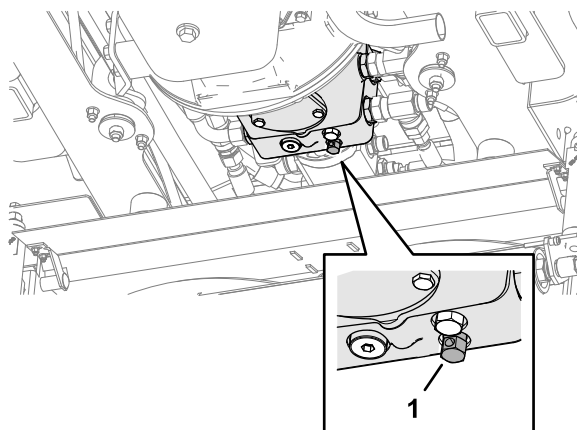

Figura 43
1. Libere el sistema de frenado de servicio hidráulico girando en sentido antihorario la válvula de derivación situada bajo la bomba de transmisión un máximo de 3 giros (**Figura 43**).